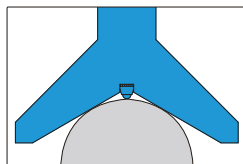

fig.1
- Ajuste la superficie en forma de V del calibre de radio al borde cilíndrico completo de la pieza de trabajo (fig. 1)